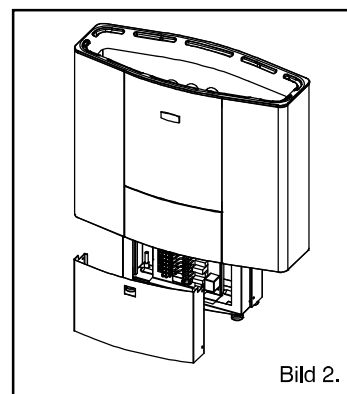

Bild 2.
- Ta bort framplåten. (Se bild 2)